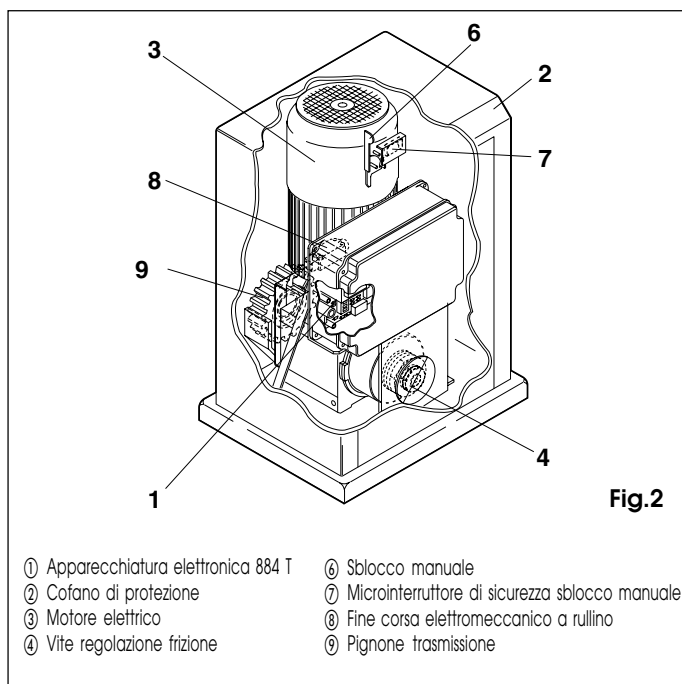
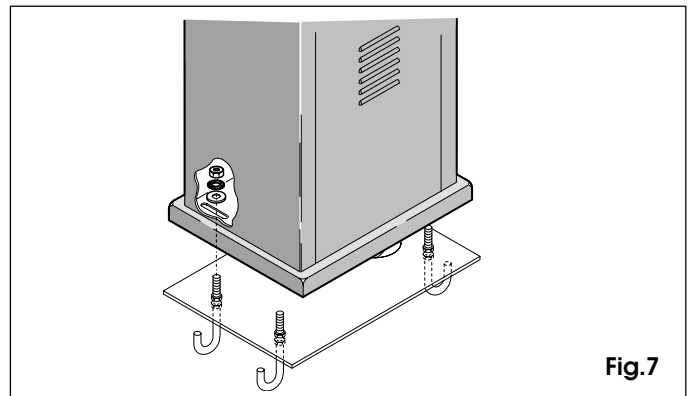

Fig.2
Fig.7
- 1) Togliere il cofano di protezione (fig.2-rif.2) e posizionare il motoriduttore sulla piastra di fondazione. Inserire, ma non serrare, la rondella, la grower e il dado come da fig.7.